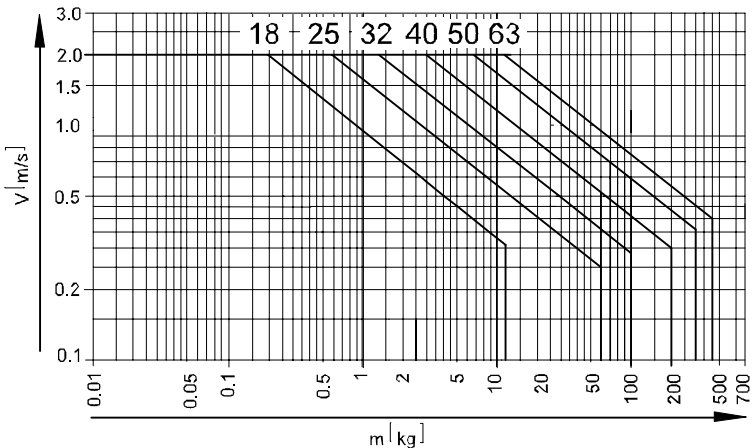

Fig. 22
Le curve caratteristiche in Fig. 22 valgono per:
L'assenza di un equipaggiamento con dispositivi di assorbimento, il superamento delle masse e dei valori limite indicati in Fig. 22 può causare il danneggiamento del DGPI(L)-... . Anche nel caso di anomalie non si devono superare forze e momenti ammissibili.
- Verificare se le sollecitazioni del DGPI(L)-... si trovino ancora entro i limiti consentiti: vedi capitolo Messa in servizio, Fig. 22.